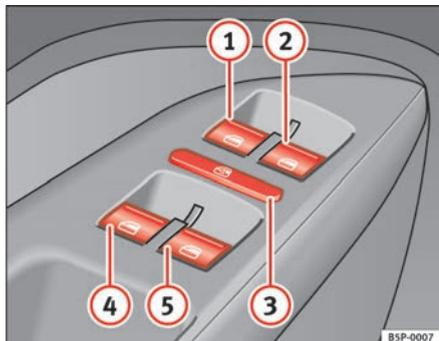

Fig. 68 Dettaglio della porta del conducente: interruttori dei finestrini anteriori e posteriori
I tasti ⇒ pag. 109, fig. 68 ① e ② hanno due livelli per l'apertura e due per la chiusura dei finestrini. In questo modo è più facile eseguire le operazioni di apertura e chiusura.